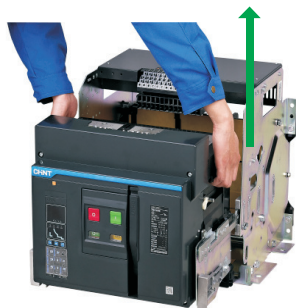

图51 取出断路器本体
c.按图51示将断路器本体从抽屉内取出，然后将抽出导轨推回原处。